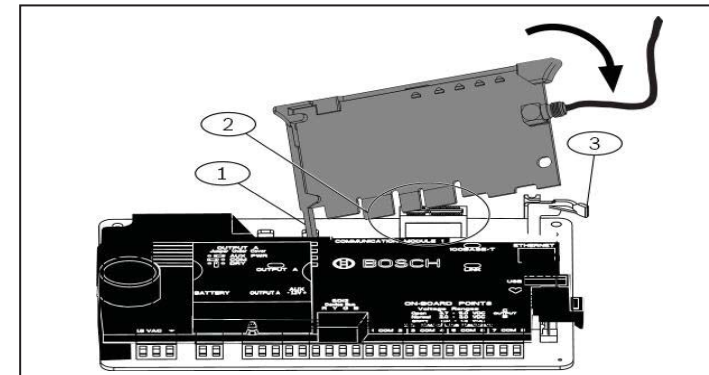

Figura 2.3: Instalación del módulo
1. Con el módulo mirando al panel de control como se muestra en la Figura 2.3, inserte la patilla de soporte en el orificio de apoyo marcado con una X.